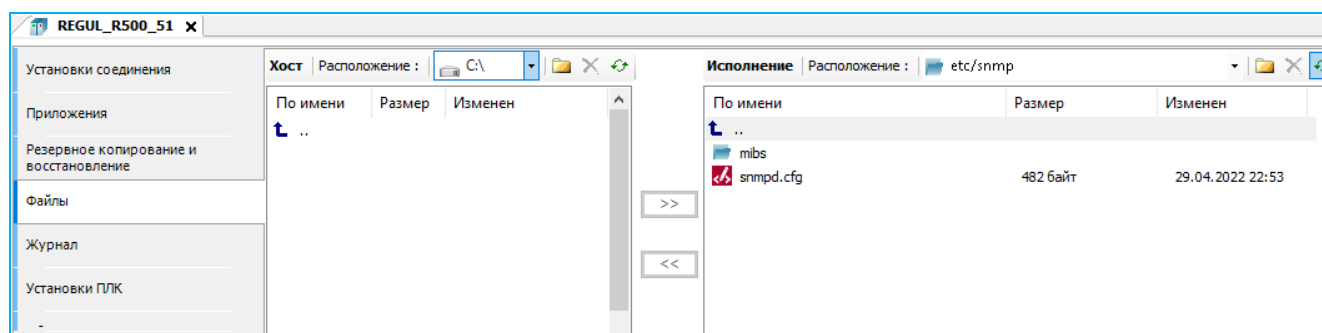

Рисунок 194 – Файл для конфигурирования SNMP агента по версии протокола SNMPv1, расположенный в папке snmp на контроллере
- на главной вкладке параметров устройства перейдите на вкладку **Файлы**. В области **Исполнение** нажмите кнопку  (**Обновить**). В окне отобразится дерево файлов, имеющихся на контроллере. Найдите папку **etc⇒snmp** (Рисунок 194);